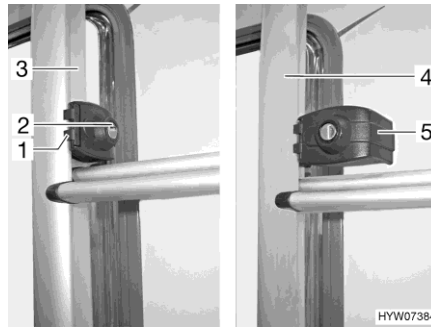

Bild 4 Verriegelung (Heckleiter)
- Den Schlüssel in den Schließzylinder (Bild 4,2) der Heckleiter-Verriegelung (Bild 4,1) stecken und eine viertel Umdrehung drehen, bis der Schlüssel senkrecht steht.
- Den klappbaren Teil der Heckleiter (Bild 4,4) festhalten und den Sicherungsbügel (Bild 4,5) ausschwenken.
- Den Schlüssel in den Schließzylinder (Bild 4,2) der Heckleiter-Verriegelung (Bild 4,1) stecken.
- Den Sicherungsbügel (Bild 4,5) nach innen um das Rohr des festen Teils der Heckleiter (Bild 4,3) schwenken.